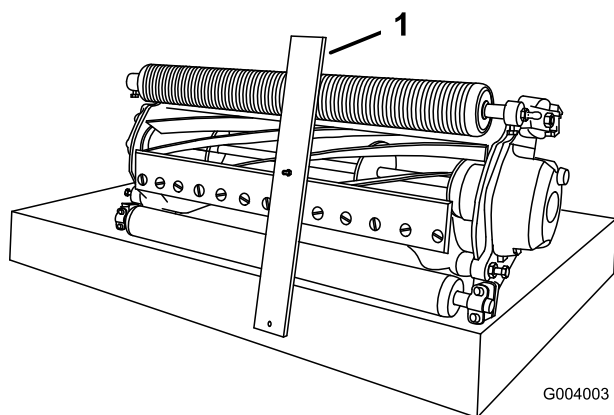

図 54
3. ゲージバーのネジ頭を下刃の切っ先に引っ掛け、バーの後端を後ローラに当てがう（図 54）。